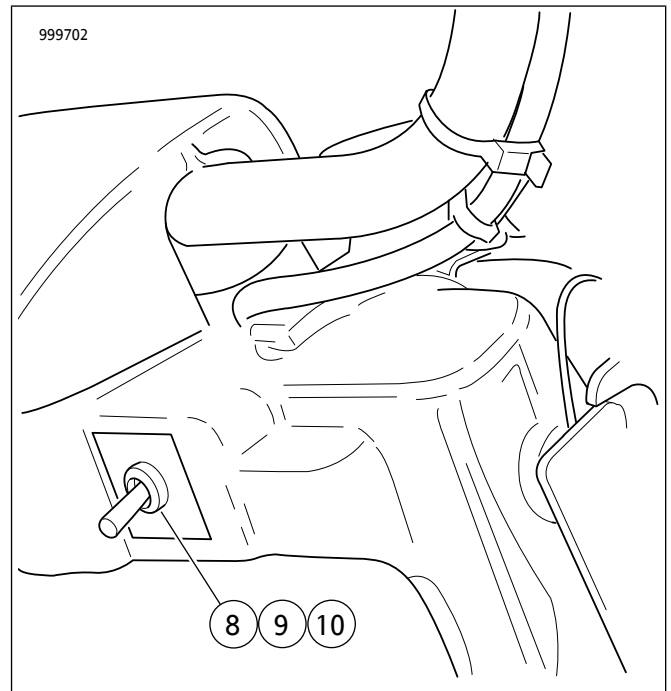

图6。非挡风板车型开关位置
- 参见图6。在右侧检修孔中安装螺母(8)、标签(9)和开关(10)。